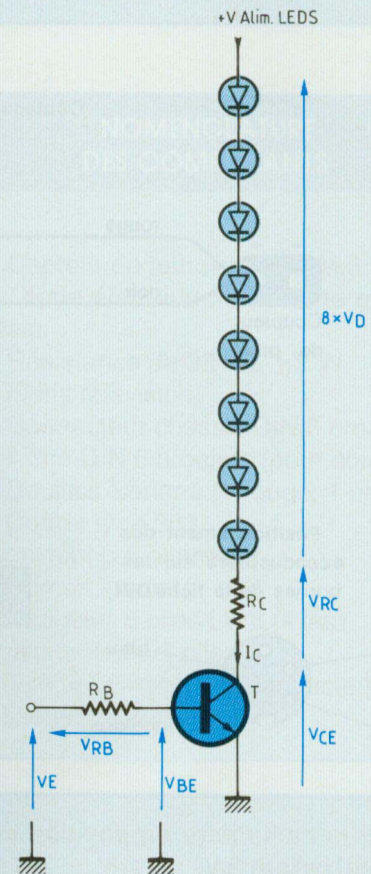

Fig. 4 : L'alimentation des leds est réalisée en anode commune.
Sur notre schéma (figure 4) les choix sont les suivants :
2) Dans le cas où certains lecteurs voudraient suralimenter leurs leds pour obtenir une bonne lisibilité en plein jour, cela risquait de mettre en péril le 4511. Le calcul du courant dans chaque segment s'opère comme suit (voir la figure 4) :